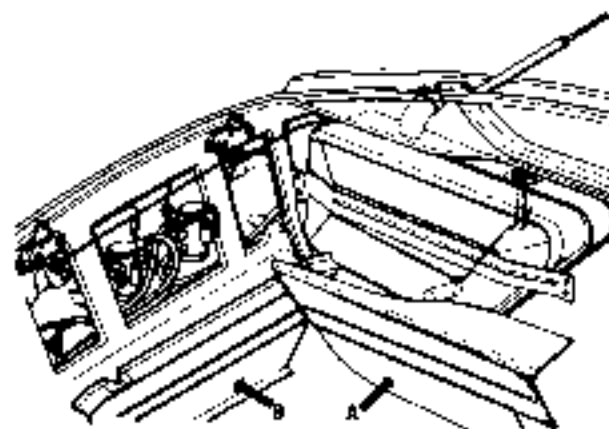
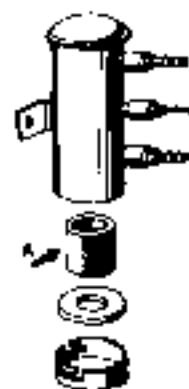

Fig. 35
Fig. 36
2 filtres en nylon dans les faces inférieures des supports. Pour accéder un démonte les panneaux coperserpenti (fig. 35 A) et on dévise le bouchon (fig. 47, voir en bas).
Pour accéder aux pompes on démonte le panneau latéral air et on démonte certains vis (fig. 35 B). Pour accéder aux filtres (fig. 36 A) on retire les anneaux inférieurs des pompes.
- 2 **Reinheitsfilter** in den unteren Schalen der Behälter. Der Zugang zu dieser Schalen erfolgt durch Entloftung der Verkleidungsplatten des Benzinbehälters (Abb. 35 A) und durch Abschraubung der Ventillusschraube (Abb. 37 unten).
- 2 **Filter auf der Benzinpumpe**: sind in Kullern am Eingangsloch für den Zugang zu den Pumpen, muss die hintere Schraube durch Abschraubung (Abb. 35 B) entfernt werden. Für den Zugang zu der Filtern (Abb. 36 A), müssen die unteren Platten der Pumpen entfernt werden.